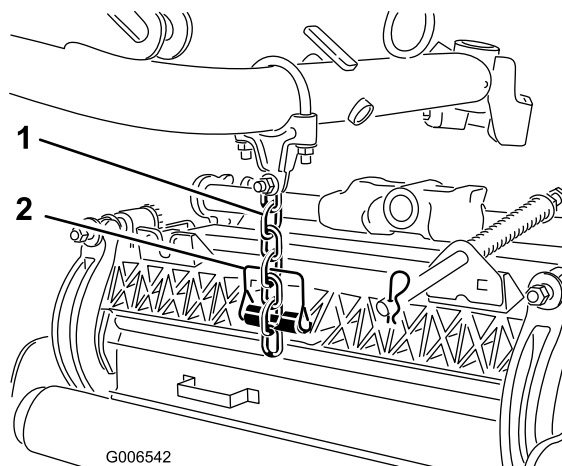

Figura 19
7. Sujete la cadena del brazo de elevación al soporte de la cadena (Figura 19) con el pasador de seguridad, según se indica a continuación: